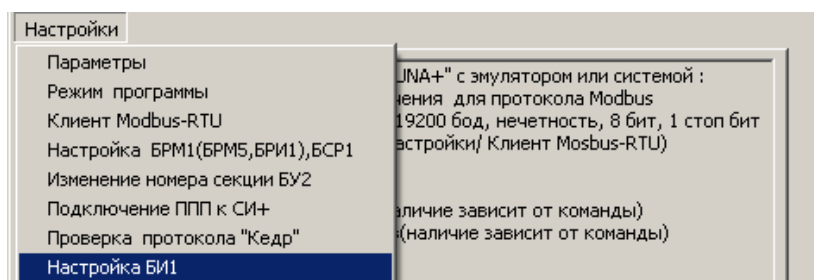

Рисунок 7.36
7.6.2 В меню «Настройки» выбрать опцию «Настройка БИ1» (рисунок 7.36). В результате активируется форма «Настройка БИ1», представленная на рисунке 7.37.